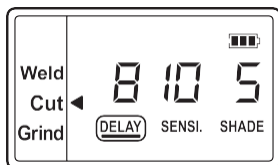

fig.5a
• **Snijmodus** (Schaduw 5~ 8) / **Lasmodus** (Schaduw 9~ 13)– Vertraging 0~ 10 (Zie fig. 5a / 5b)